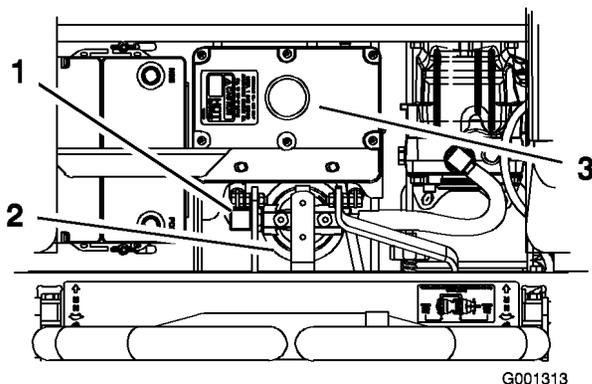

Figure 68
- Débranchez la conduite hydraulique droite qui est raccordée à l'adaptateur (Figure 68).
- Rebranchez la conduite hydraulique droite à l'adaptateur (Figure 68).